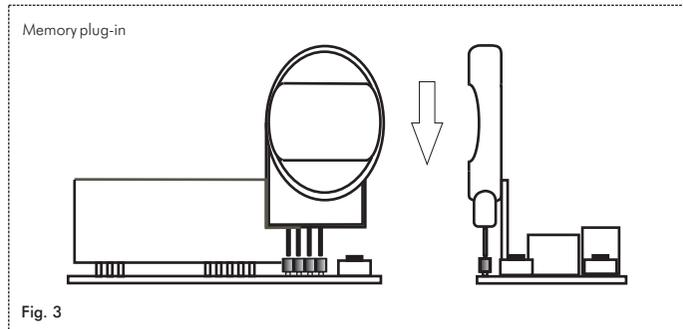

Fig. 3
Para conectar la memoria externa, quite la carcasa transparente e inserte la memoria en el conector de 4 pines (CT). Preste atención a la polaridad: la parte redondeada ha de ponerse hacia el interior, mirando hacia la tarjeta de radio. (Fig. 3)